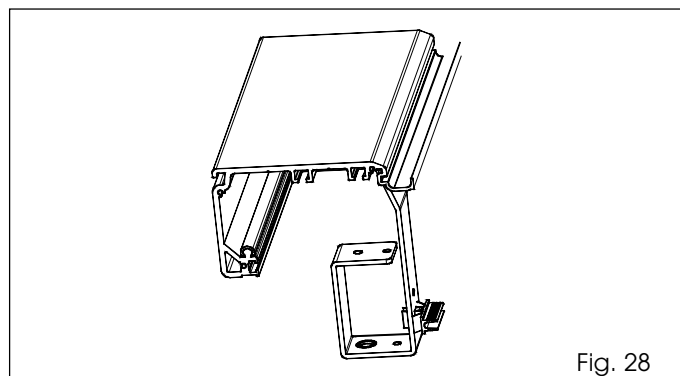

Fig. 28
- Fixer la bride de fixation du support de la poignée de déblocage interne à l'autre extrémité de la poutre (du côté du groupe du moteur) en considérant les cotes des figures 4, 5 et 6 et d'après la fig. 28. La bride de fixation du support de la poignée de déblocage interne doit toujours être montée, même si on n'utilise pas le verrouillage du moteur.